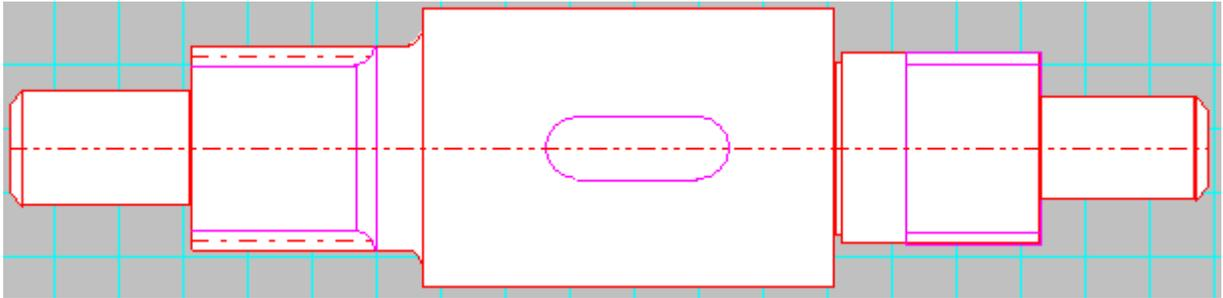

Рисунок 2.23 Редактор **APM Shaft**. Фрагмент вала с резьбой, шпоночным и шлицевым соединением
**Задание 12.** Задайте резьбу на четвертой секции по образцу (рисунок 2.23) и удалите ее